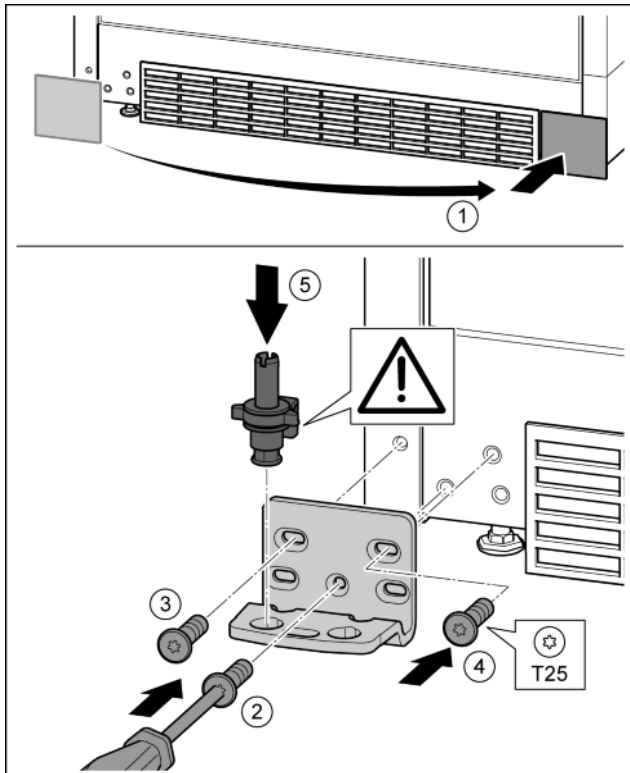

Fig. 17
- ▶ Снять крышку и поставить с другой стороны. Fig. 17 (1)
- ▶ Установить опорный кронштейн с другой стороны и прикрутить с помощью отвертки T25. Начинать с винта 2 в центре. Fig. 17 (2)
- ▶ Затянуть винты 3 и 4. Fig. 17 (3, 4)
- ▶ Снова установить опорный палец в сборе. При этом следить за тем, чтобы выступ фиксатора был направлен назад. Fig. 17 (5)